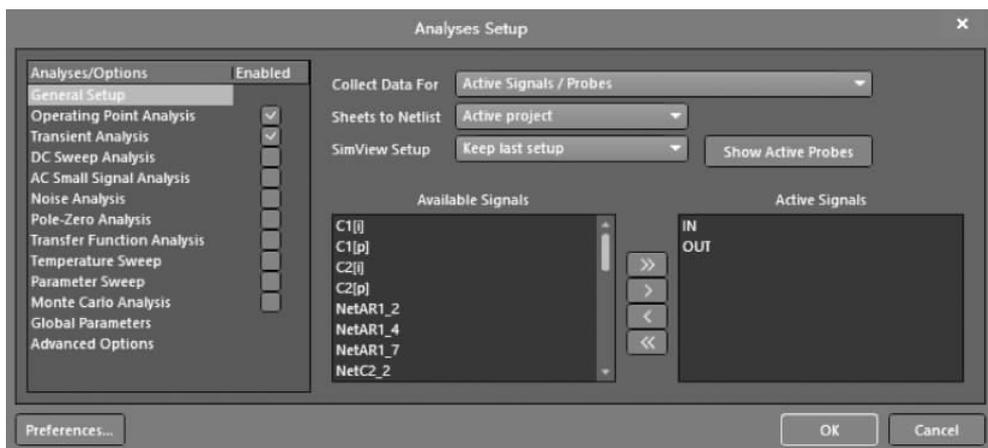
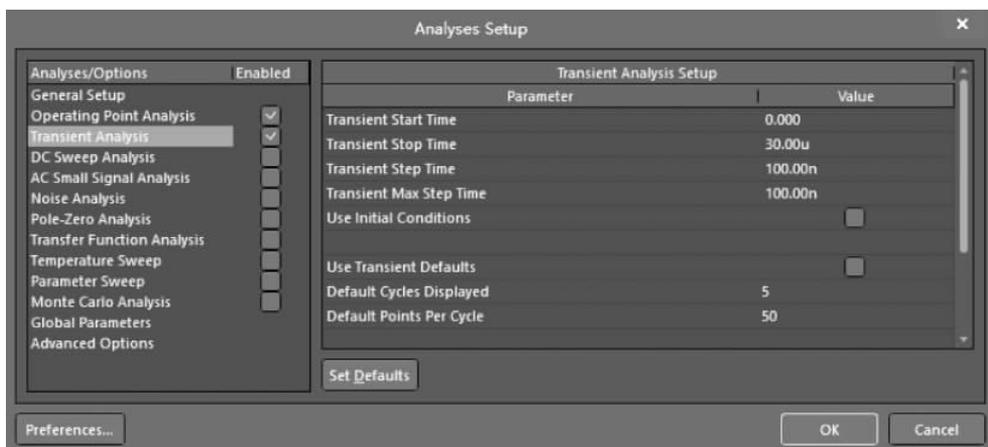

图 3-41 设置仿真参数界面 1
图 3-42 设置仿真参数界面 2
(1) 在 AD 主界面主菜单下选择 Design→Simulate→Mixed Sim。
(2) 出现如图 3-41 所示的 Analyses Setup(分析设置)界面,按下面参数设置:
① 选中 Operating Point Analysis 和 Transient Analysis 选项,执行直流工作点和瞬态分析功能。
② 将 Collect Data For 设置为 Active Signals/Probes。
③ 将 IN 和 OUT 添加到 Active Signals 栏中。
(3) 选择 Transient Analysis 选项,出现如图 3-41 和图 3-42 所示的 Transient Analysis Setup(瞬态分析设置)界面。按下面参数设置: